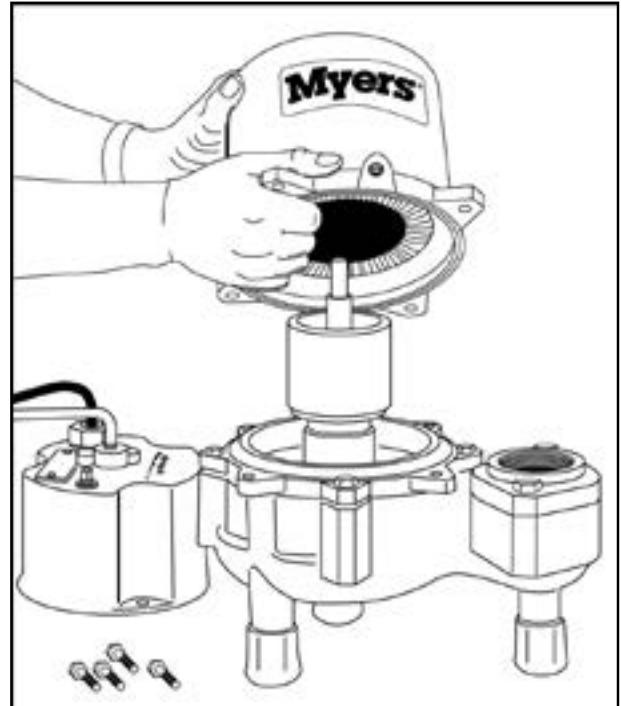

FIG. 16
3. Levante y saque el cárter del motor, separe las aletas haciendo palanca para aflojarlo. Fig. 16